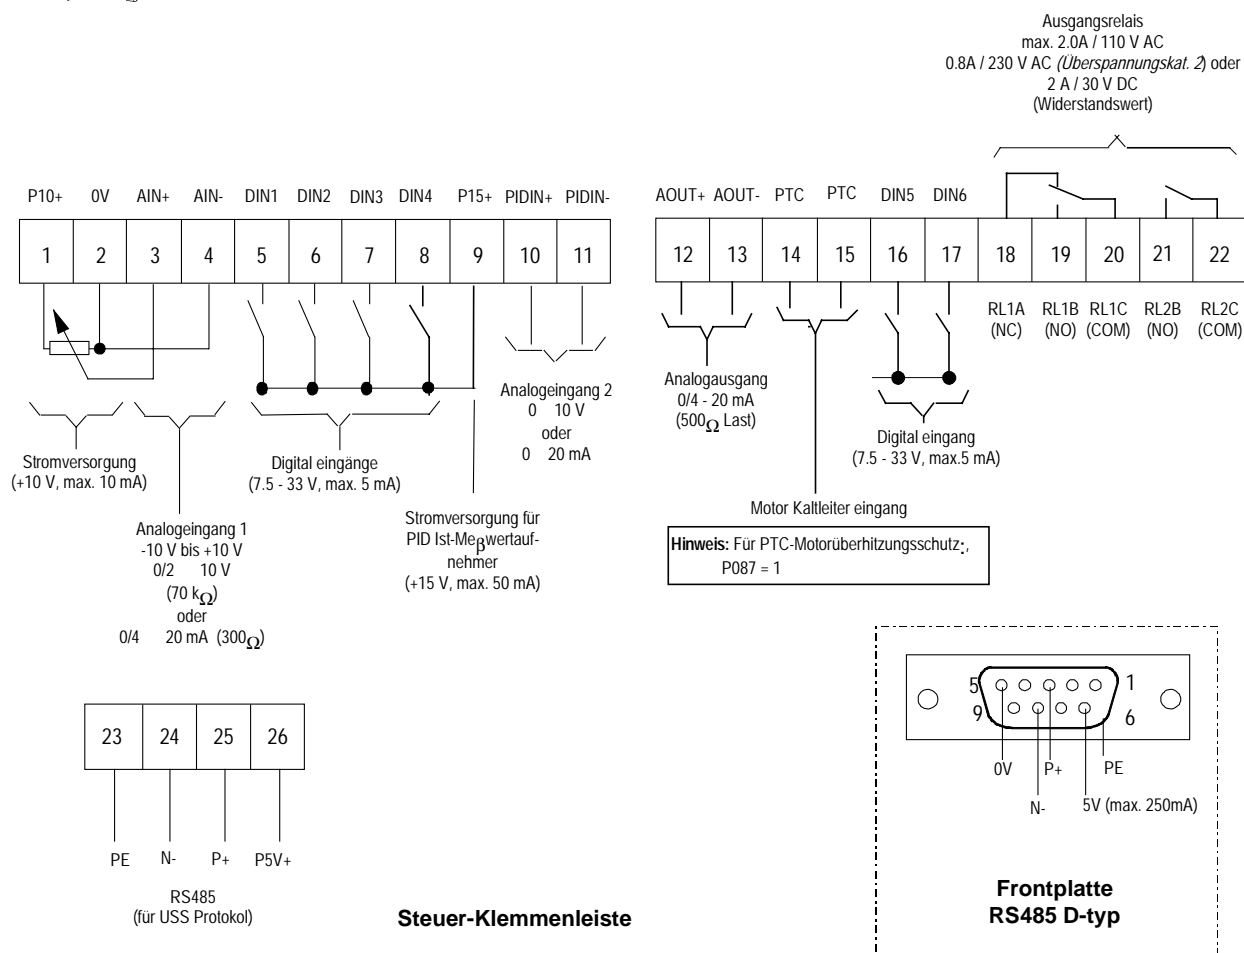

Bild 6: Steueranschlüsse - NORDAC compact
- (1) Die Steuerklemme 5 über einen einfachen Ein-/Aus-Schalter mit Klemme 9 verbinden. Damit wird der Umrichter für Rechtslauf eingestellt (Standardbelegung).
- (2) Ein 4,7 k Ω -Potentiometer, wie in Bild 6 und 8 gezeigt, an die Steuerklemmen 3 und 4 anschließen, oder ein externes 0 - 10 V-Signal an Stift 3 (AIN+) und Stift 4(AIN-) legen.